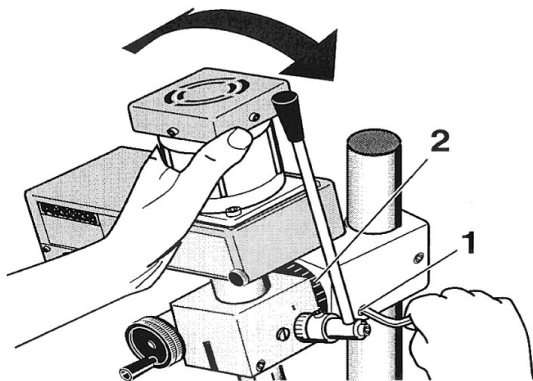

Fig. 16
1. Klemmschraube 1 (Fig. 16) leicht lösen.
2. Ausleger in die gewünschte Position schwenken, dabei Skala (2) mit Gradeinteilung beachten.
3. Klemmschraube (1) wieder anziehen.
1. Loosen the clamping screw 1 (Fig. 16) slightly.
2. Swivel the drilling head to the desired position, observe the scale with gradation (2).
3. Retighten the clamping screw (1).
1. Desserrer légèrement la vis de blocage 1 (fig. 16).
2. Orienter la tête dans la position désirée en servant du vernier (2) comme point de repère.
3. Resserrer la vis de blocage (1).
1. Allentare leggermente la vite di arresto 1 (fig. 16).
2. Portare il braccio nella posizione desiderata, osservare durante questa operazione la scala (2) con la graduazione.
3. Serrare nuovamente la vite di arresto (1).